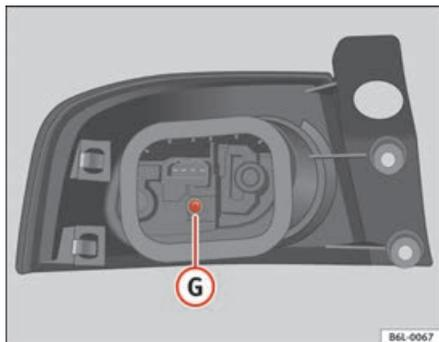

Fig. 167 Luce posteriore sulla carrozzeria
- Svitare la vite **G** ⇒ fig. 167.